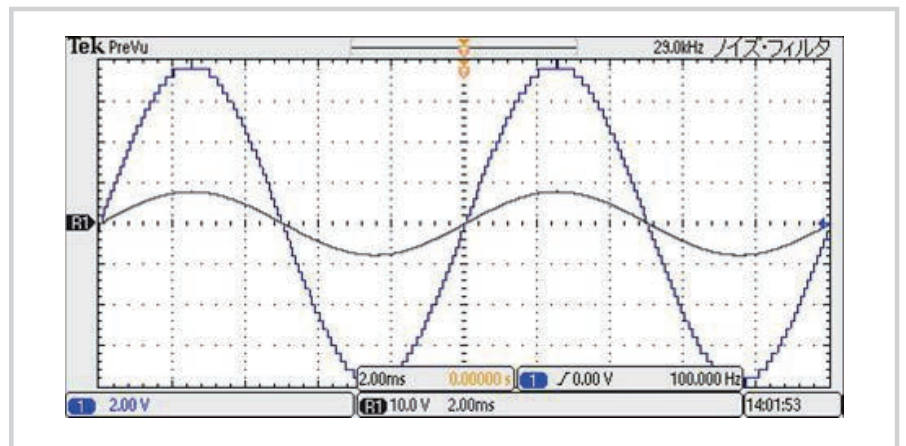

図1 一見きれいに見える黒色の波形は、拡大してみると41レベルの階段状波形であることがわかる
- ①誤差が多くなる
- ②誤差は多くならない
答えは①です。複数の波形を画面に表示する際、波形同士が重なることを嫌い、波形を小さくして縦に並べることがあります。この場合、画面の見掛けはいいのですが、波形の正確さに欠けます。下図のように、小さく表示した波形(黒色)を拡大して、デジタル化における量子化誤差を青色で見やすく表示しました。(図1)